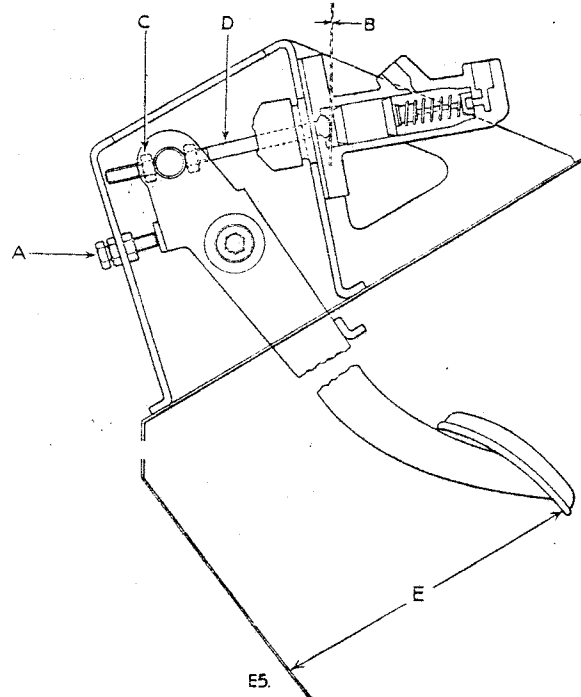

Fig. B-12—Ajuste de las uniones del embrague.
ser esto absolutamente necesario, se deberá volver a regular de la forma siguiente:— Véase Fig. B-12.
**Para ajustar el juego libre del cilindro maestro, véase Fig. B-12 Operación B/48**